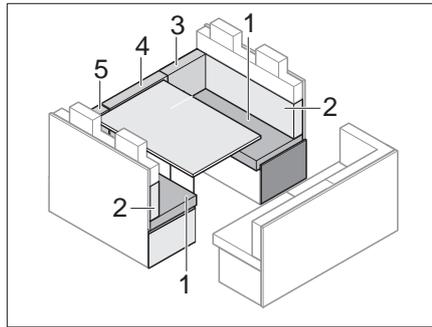

Bild 159 Vor dem Umbau
- Rückenpolster (Bild 159,3,4 und 5) entfernen und zur Seite legen.